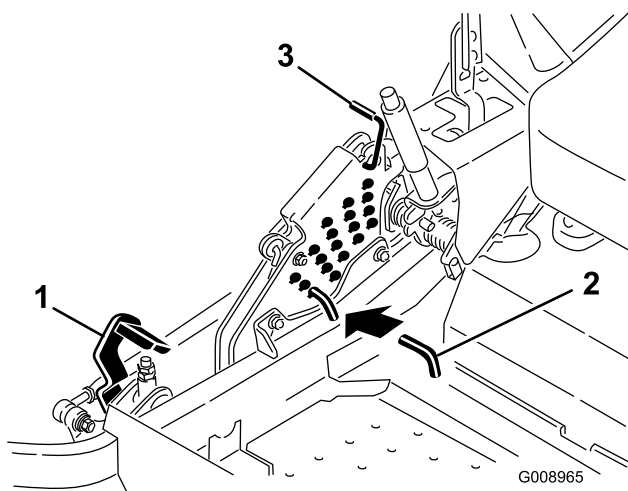

Figure 26
2. Appuyez sur la pédale de relevage du tablier avec le pied et relevez le tablier en position de transport (qui est aussi la position de hauteur de coupe de 140 mm (5-1/2")) (Figure 26).
3. Pour changer de hauteur de coupe, retirez la goupille fendue et l'axe de chape du support de hauteur de coupe (Figure 26).
4. Placez la goupille dans le trou du support correspondant à la hauteur de coupe voulue (Figure 26).